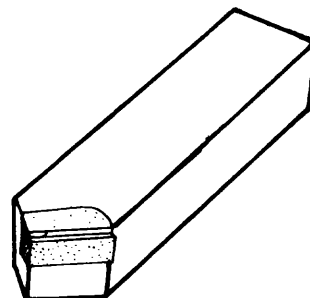

Fig. 6
1. Es muy común en estas herramientas hacerle "romper viruta" en la cara de ataque (fig. 6); en este caso no es necesario la rectificación de la cara de ataque de la pastilla.